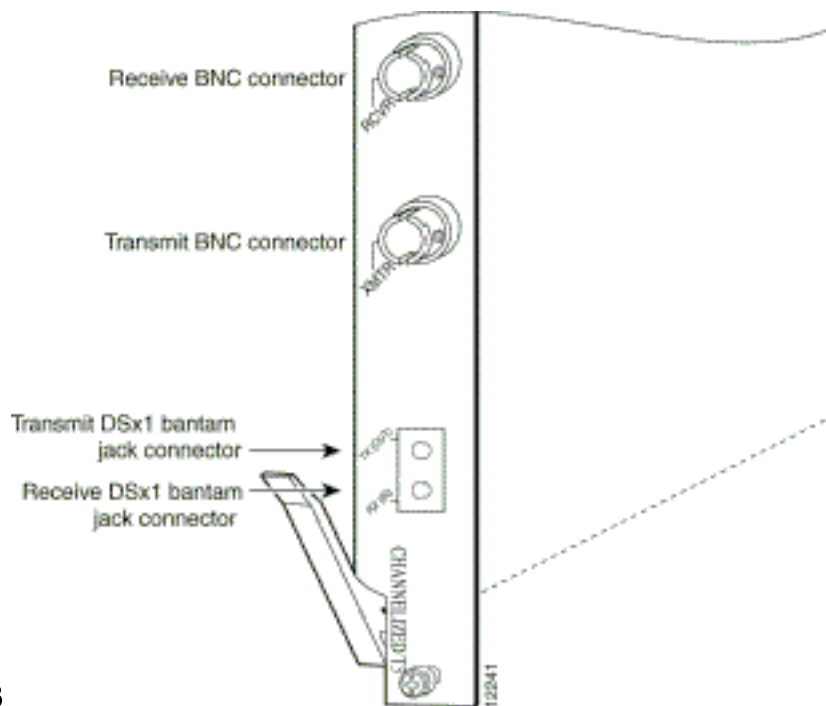

рисунок 12 - СТ3
1. Подключите конец кабеля ТЗ непосредственно к принимающему разъему BNC на магистральной карте (см. рисунок 12). Соединения кабеля BNC магистральной карты